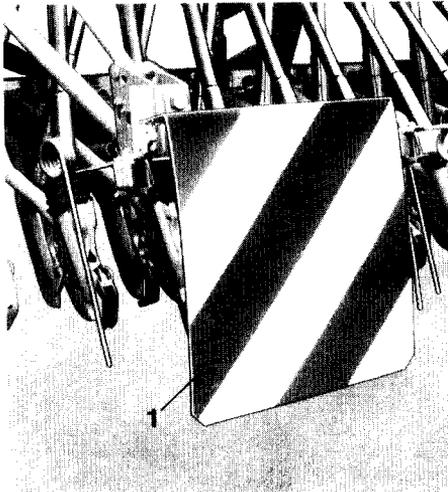

Fig. 33
- Signaler à droite ou à gauche les extrémités de la herse de recouvrement oscillante au moyen de 2 feuilles de signalisation rayées rouge et blanc (fig. 33/1).